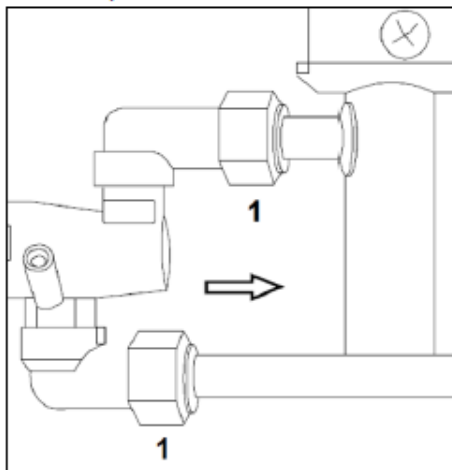

FIG.19
- Débrancher le robinet de ses raccords de gaz respectifs (FIG.19-Ref.1).